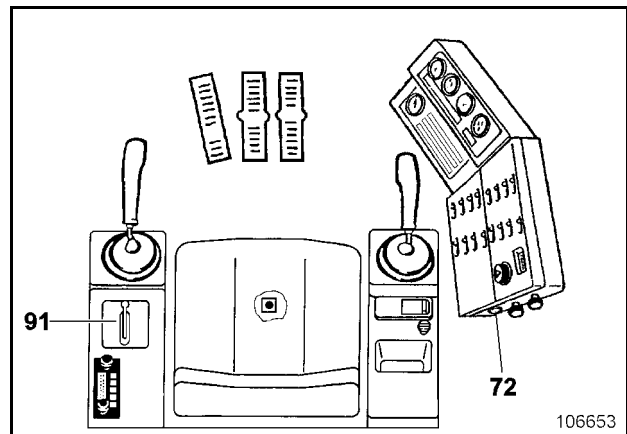

Fig. 2-43:
- Poner la palanquita (91, Fig. 2-43:) en función del grado de calefacción hacia adelante. La posición delantera representa el poder de calefacción máximo.